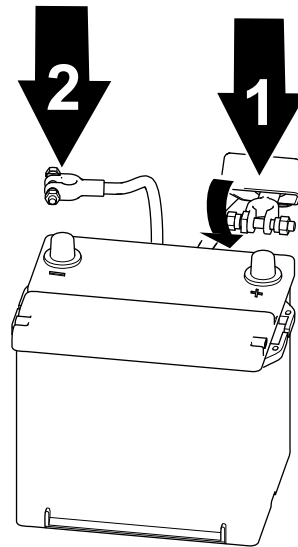

Bild 63
2. Heben Sie die Isolierung an und ziehen Sie das Pluskabel des Akkus vom Akkupol ab (Bild 63).
1. Schließen Sie das Pluskabel des Akkus an und ziehen Sie die Mutter der Akkuklemme an (Bild 63).
2. Schließen Sie das Minuskabel des Akkus an und ziehen Sie die Mutter der Akkuklemme an (Bild 63).